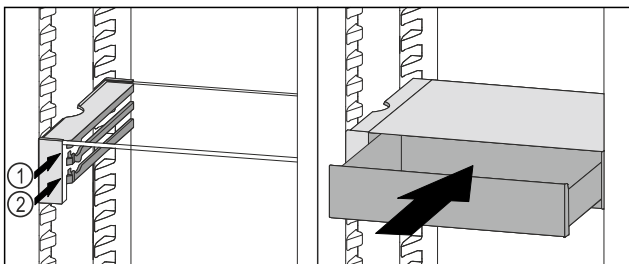

Fig. 134
- ▶ Встановити висувний ящик VarioSafe за стопорами на потрібне ребро Fig. 134 (1) або Fig. 134 (2).